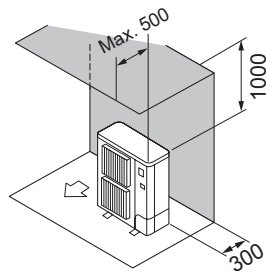

Fig. 2-8
- ② Obstacles uniquement à l'arrière et au-dessus (Fig. 2-8)